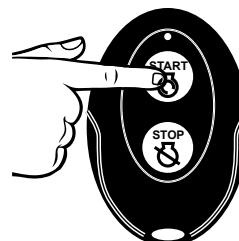

Figura 12 - Control remoto inalámbrico - INICIO
- c. Inicio remoto: haga clic en INICIO en la clave inalámbrica FOB proporcionada (consulte la Figura 12). Después de que el generador esté funcionando, habrá un retraso de la salida eléctrica por 15 segundos. Si el control remoto no está sincronizado, consulte el procedimiento de emparejamiento en la página 15.